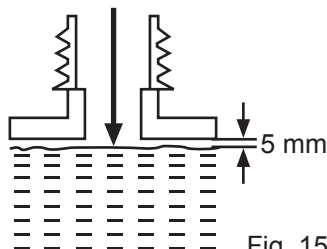

Fig. 15
- > Utilisez un entonnoir avec filtre: Cela permet d'éviter de renverser de l'huile et de faire déborder le réservoir, et cela empêche les éventuels résidus de pénétrer à l'intérieur. Laissez un espace d'environ 5 mm entre la surface de l'huile et la paroi supérieure du réservoir, afin que l'huile puisse se répandre de manière uniforme (Fig. 15).